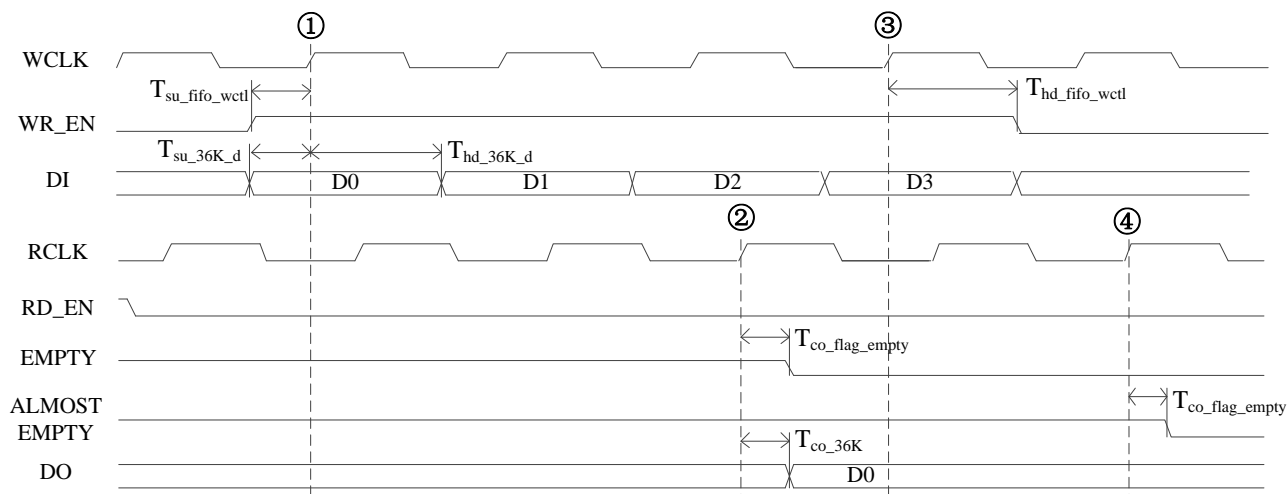

图 7-4 写入空异步 FIFO 时序图
EMPTY 信号指示 FIFO 为空，当 WCE 有效并且有效数据写入后，同步 FIFO 时，EMPTY 信号在 1 个 CLK 时钟周期后置“0”；写入异步 FIFO 时，有效数据写入（图 7-4 中上升沿①）后 EMPTY 信号在第 3 个 RCLK 时钟上升沿置零（图 7-4 中上升沿②）。当 WCE 继续有效，ALMOST\_EMPTY 信号根据 ALMOST\_FULL\_OFFSET 参数的配置延迟置零（图 7-4 中上升
写入空异步 FIFO 时序图如图 7-4 所示：